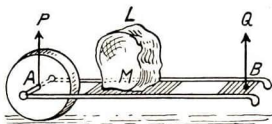

Abb. 76. Entstehung des Schubkarrens
**5. Geschichtliches über das Rad.** Der Urmensch stellte ein Rad wohl zuerst so her, daß er aus einem Baumstamm eine Scheibe schnitt und durch die Scheibenmitte eine Achse steckte. Band er zwei lange Stangen an die Radachse (Abb. 76), so hatte er eine Tragbahre, wobei der eine Träger erspart wurde (Abb. 60). So entstand der einräderrige Schubkarren. Je näher die Last  $L$  am Rad liegt, desto weniger Hubkraft  $Q$  trifft auf den Arbeiter.